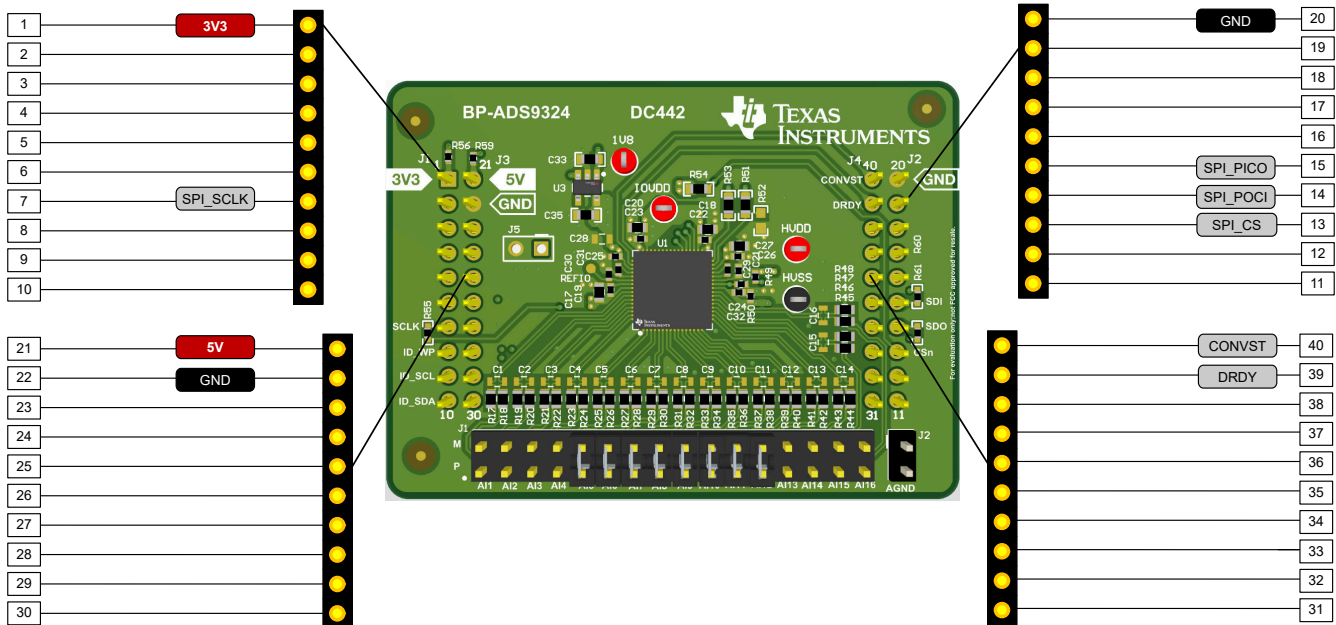

図 1-1. インターフェイスのピン配置
- 既存のコントローラで評価を行う場合、BoosterPack に接続するためのガイドとして 図 1-1 を使用し、必要に応じてサンプルコードを参照してください。